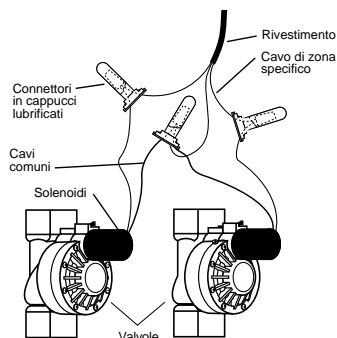

**FIGURA 21: Collegamento all'impianto elettrico tramite cassetta di giunzione**
- Collegare i fili d'alimentazione che escono dal programmatore, oltre al filo di terra (filo verde o conduttore in rame nudo) al filo verde del programmatore. Il filo verde dev'essere collegato obbligatoriamente! Collegare anche gli altri fili [vedere Figura 21].